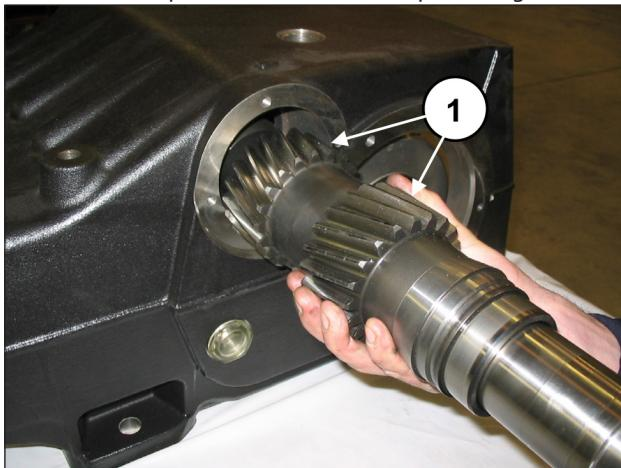

Fig. 55
Introducir el eje PTO premontado dentro del cárter (pos. ①, Fig. 55) desde la parte opuesta a la que se han premontado la anilla externa del cojinete y el casquillo de lubricación de los cojinetes.
**Introducir el eje acodado PTO en el cárter de manera que los dientes estén orientados como se indica en la Fig. 55.**